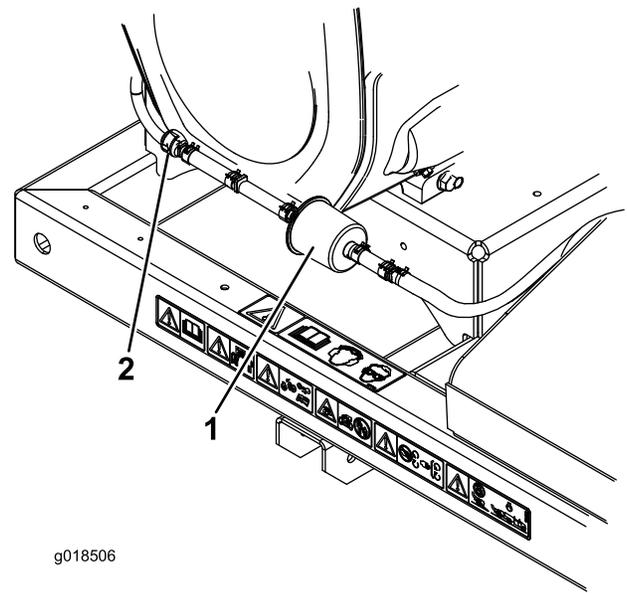

Figure 14
2. Éloignez les colliers à ressort de flexibles situés de chaque côté du filtre à charbon actif du conduit de purge (Figure 14).
3. Déposez le filtre à charbon actif et mettez-le au rebut (Figure 14).
4. Posez un filtre neuf dans le flexible en dirigeant la flèche vers le clapet antiretour et fixez-le en place avec les colliers (Figure 14).